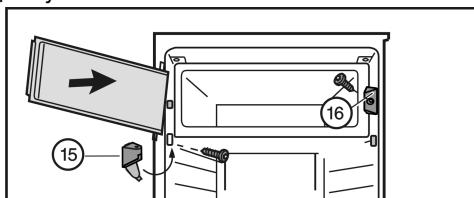

Fig. 8
- Встановіть замок Fig. 8 (16).
- Встановіть опорний кронштейн Fig. 8 (15) і закрійте кришку.